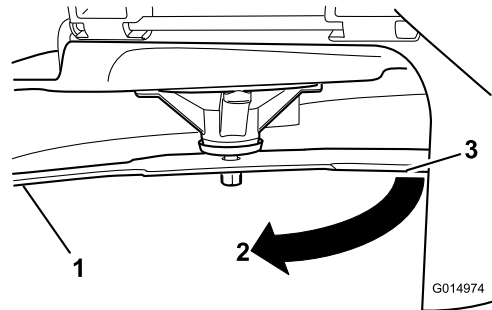

Figure 73
4. Tournez la même lame de 180 degrés pour amener l'autre tranchant à la même position (Figure 73).